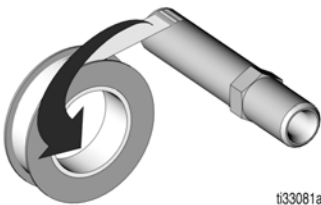

FIG. 13
6. Envolver as roscas da extremidade mais longa do adaptador do bocal (10) com fita PTFE ou vedador de roscas, como exibido em FIG. 13.